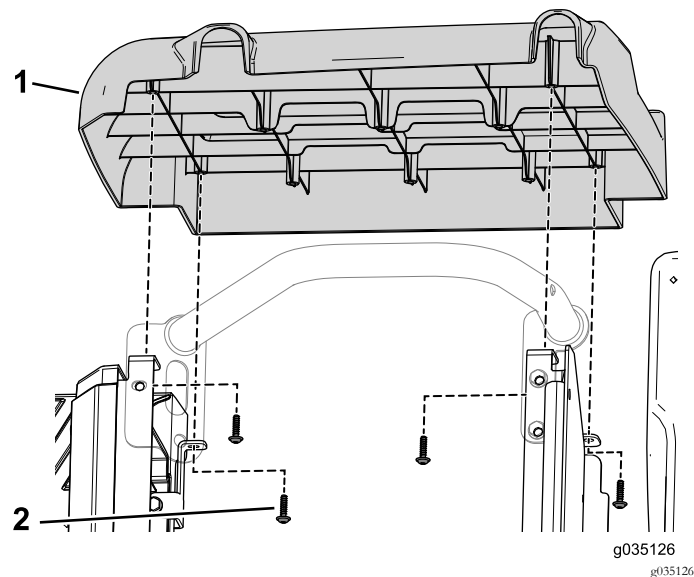

图89
10. 使用 4 个自攻螺丝将右侧盖固定到座椅组件 图89。